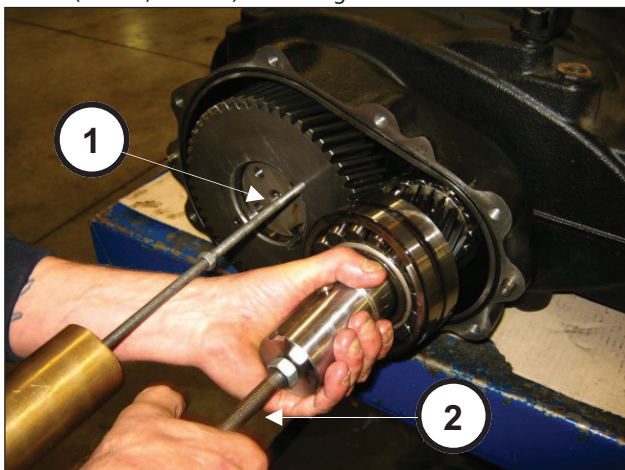

Abb. 11
Zur Entnahme der Gruppe Ritzel + Zahnkranz ist es erforderlich, Schlagwerke an den 2 Bohrungen M8 des Zahnkranzes (Pos. ①, Abb. 11) und an der Bohrung M14 des Ritzels (Pos. ②, Abb. 11) anzubringen.